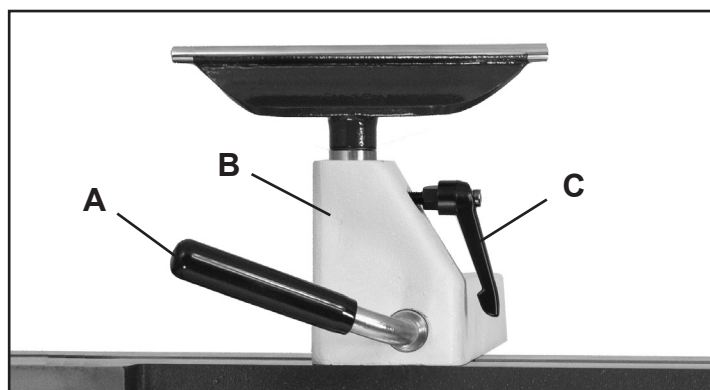

FIG. 4
1. **POIGNÉE DE BLOCAGE DU BOITIER DE PORTE-OUTIL** (FIG. 4, A) Cette poignée de levier à came permet de verrouiller le porte-outil (B) contre le banc du tour. Déverrouillez la poignée pour placer le porte-outil n'importe où sur la longueur du banc de tour. Resserrer la poignée une fois que le porte-outil est à un endroit approprié qui permet de faire tourner la pièce de travail sans encombre. Voir à la page 13 pour ajuster la pression de serrage.
2. **POIGNÉE DE BLOCAGE DU PORTE-OUTIL (C)** Verrouillez le porte-outil en position pour donner un soutien à vos outils durant le tournage. Déverrouillez la poignée pour ajuster le porte-outil à un angle ou une hauteur appropriée. Resserrer la poignée une fois qu'il est au bon endroit.